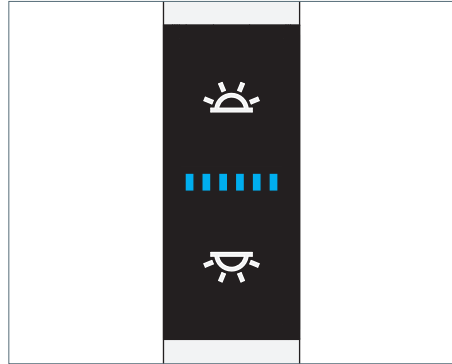

Fig. 10: Bedienelement.
- Drücken Sie die obere Taste, siehe Fig. 10.
- Drücken Sie die untere Taste, siehe Fig. 10.
- Drücken Sie die untere Taste und halten Sie diese Taste gedrückt, siehe Fig. 10. Nach ungefähr einer Sekunde verändert die Leuchte ihre Helligkeit.
- Drücken Sie die obere Taste und halten Sie diese Taste mindestens eine Sekunde gedrückt, siehe Fig. 10.
- Drücken Sie die obere Taste und halten Sie diese Taste mindestens eine Sekunde gedrückt oder schalten Sie VTL aus und wieder ein, siehe Fig. 10.